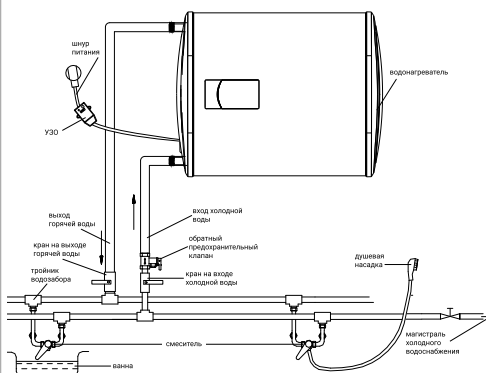

Рис. 9
1. Установка водонагревателей серий Smalto, Smalto DL существенно облегчается возможностью установить их как вертикально, так и горизонтально в любом месте вашего дома, в отопляемом (!) помещении. Желательно установить водонагреватель как можно ближе к месту использования горячей воды, поскольку чем меньше длина труб, тем меньше потери тепла. Как показано на рис. 9, при горизонтальной установке водонагревателя трубы подводки должны быть расположены слева. При установке водонагревателя рядом со стеной, оставьте рекомендованное свободное пространство для технического обслуживания. Не устанавливайте водонагреватель на горизонтальной поверхности и вплотную к полу.